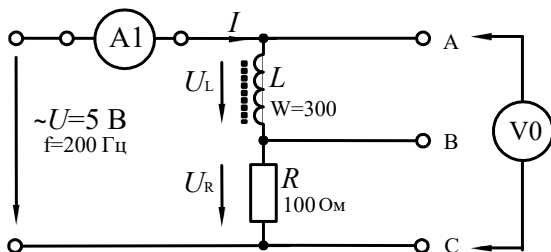

Рисунок 7 – Схема экспериментального исследования неразветвленной цепи RL
1.1. Соберите цепь согласно схеме (рис. 7), подсоедините регулируемый источник синусоидального напряжения и установите его параметры: $U=5$ В, $f=200$ Гц. В качестве индуктивности с малым активным сопротивлением используйте катушку трансформатора 300 витков, вставив между подковами разъемного сердечника полоски бумаги в один слой (немагнитный зазор).